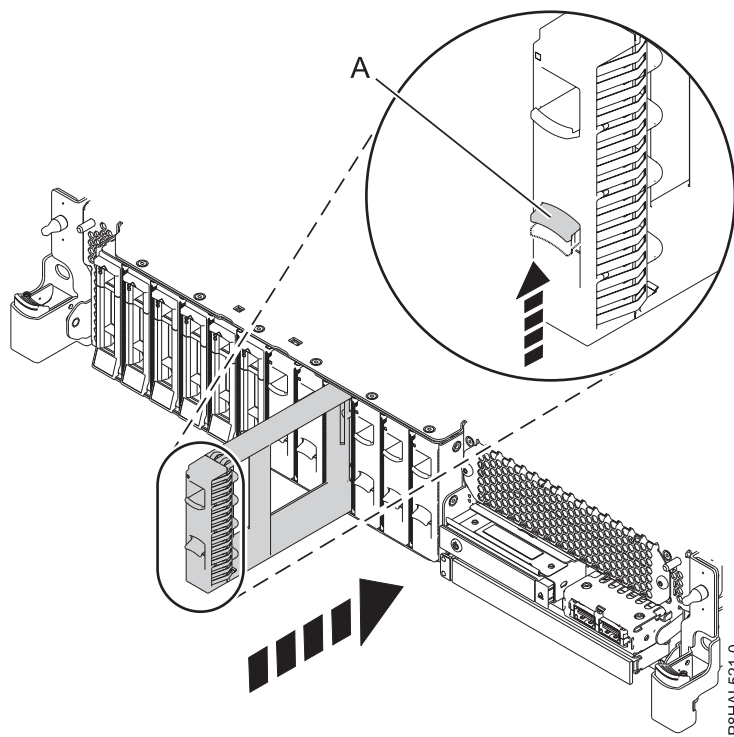

図 40. システムへのディスク・ドライブ・フィラーの取り付け
3. ディスク・ドライブ・フィラーをドライブ・スロットの位置に合わせ、ロックされるまでディスク・ドライブ・フィラーをシステム (A) 内に完全に押し込みます。 図 40